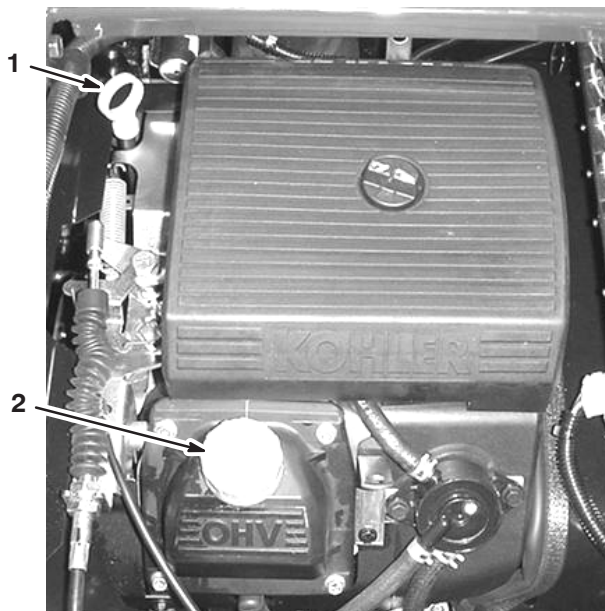

Bild 5
2. Nehmen Sie den Peilstab heraus und wischen Sie ihn mit einem sauberen Lappen ab (Bild 5). Stecken Sie den Peilstab in das Rohr und stellen Sie sicher, dass er vollständig eingeführt ist. Nehmen Sie den Peilstab heraus und prüfen Sie den Ölstand.
3. Nehmen Sie bei niedrigem Ölstand den Fülldeckel von der Ventilabdeckung (Bild 5) ab und gießen Sie so viel Öl ein, dass der Ölstand die „Voll“-Marke am Peilstab erreicht; siehe „Wechseln des Motoröls“ auf Seite 34 für die korrekte Ölsorte und -viskosität. Gießen Sie Öl langsam ein und prüfen Sie den Ölstand häufiger während des Füllens. **Füllen Sie nicht zu viel ein.**